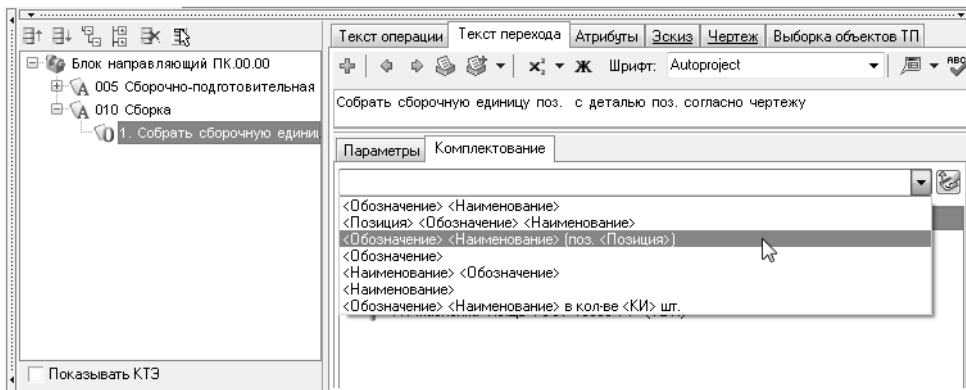

Рис. 11.14.
35. Нажмите на кнопку списка и разверните его. В списке выберите следующую форму записи ДСЕ, участвующей в переходе: <Обозначение> <Наименование> (поз. <Позиция>) (рис. 11.14).